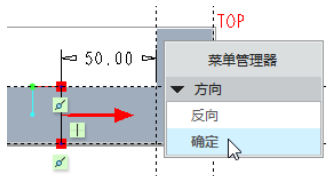
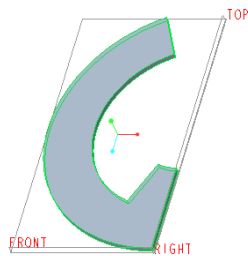

图 1-221 指定要保留固定状态的区域
图 1-222 创建滚动型的平面折弯特征
(7) 定义要创建折弯的折弯线侧。在菜单管理器出现的“折弯侧”菜单中选择“两者”命令,接着在菜单管理器出现的“方向”菜单中选择“确定”命令,以接受图 1-221 所示的箭头方向(指示要保持固定状态的区域)。
(8) 在菜单管理器出现的“选取半径”菜单中选择“输入值”命令。
(9) 输入折弯率参数值为“60”,单击 $\checkmark$ (接受)按钮。
(10) 定义要创建折弯的折弯轴侧。在菜单管理器出现的“方向”菜单中选择“确定”命令。
(11) 在“折弯选项: 轧削, 平面”对话框中单击“确定”按钮。完成滚动型的平面折弯特征如图 1-222 所示。